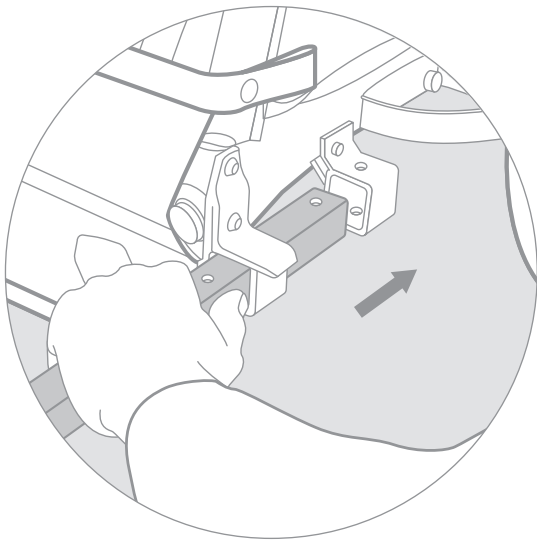

Abbildung 9: Einführen des Deichselrohrs bei gedrückter Sicherheitsarretierung
1. Führen Sie das Deichselrohr zunächst durch die vordere Deichselaufnahme. Drücken Sie die Sicherheitsarretierung (s. Abbildung 9) hinein, um das Rohr hindurchschieben zu können (s. Abbildung 9 und 10).